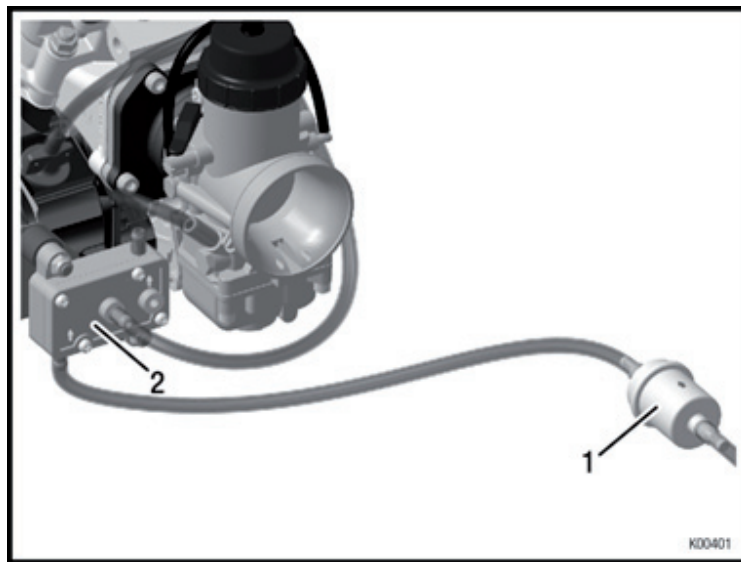

Fig. 19
- ➔ Installer le filtre à essence fourni (rep. 1, fig. 19) dans une position appropriée entre le réservoir et la pompe à essence.